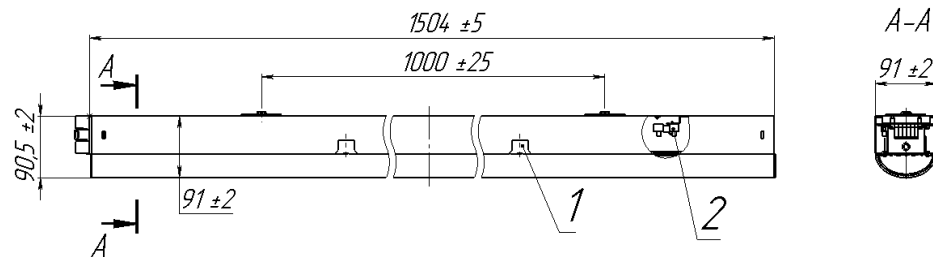

Рисунок 1
2.1 Светильники серии GALAD Маркет PRO LED-45 (рисунок 1) предназначены для освещения общественных зданий, торговых рядов, фойе, коридоров. Светильники устанавливаются в световую линию и, соединённые между собой, представляют конструкцию любой длины (как и при использовании дополнительных аксессуаров).